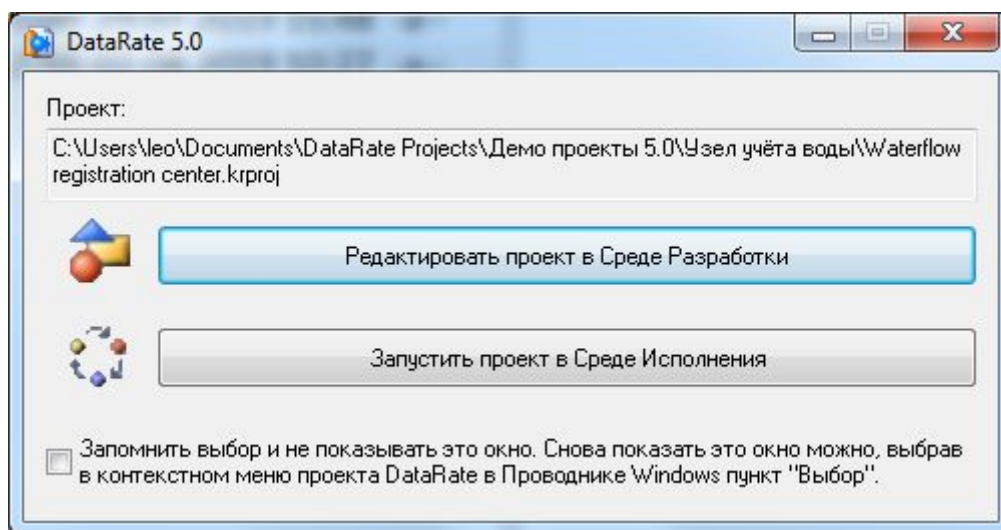

Рисунок 2.2 – Запуск проекта автоматизированной системы
- 2 Запустить систему **Узел учета воды** и в появившемся окне (рисунок 2.2) выбрать **Редактировать проект в Среде Разработки** или **Запустить проект в Среде Исполнения**.